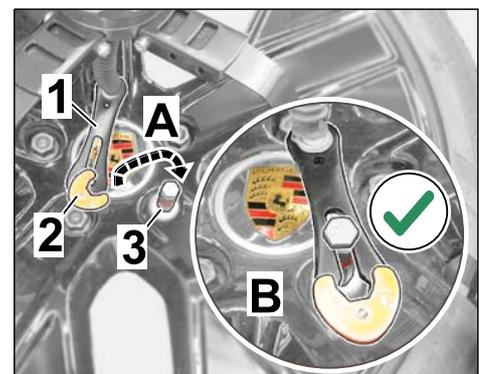

Fig. 9
- 2.3.1 Accrocher le levier de fixation (avec clapet de sécurité) (orange), dirigé visiblement vers l'extérieur, dans la rainure libre du goujon entretoise (⇒ Fig. 9-A et B-).